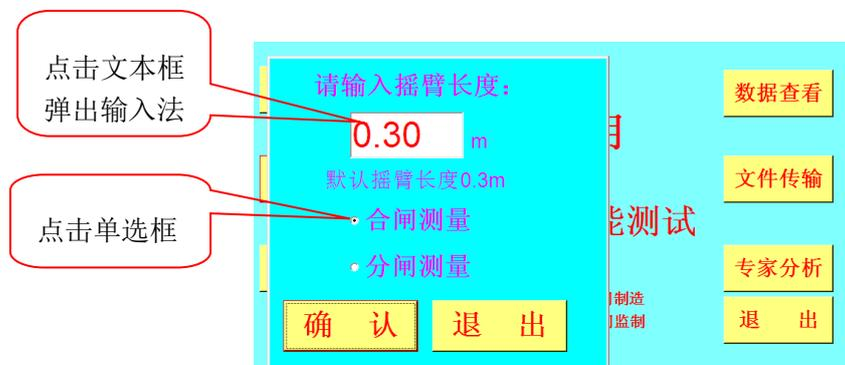
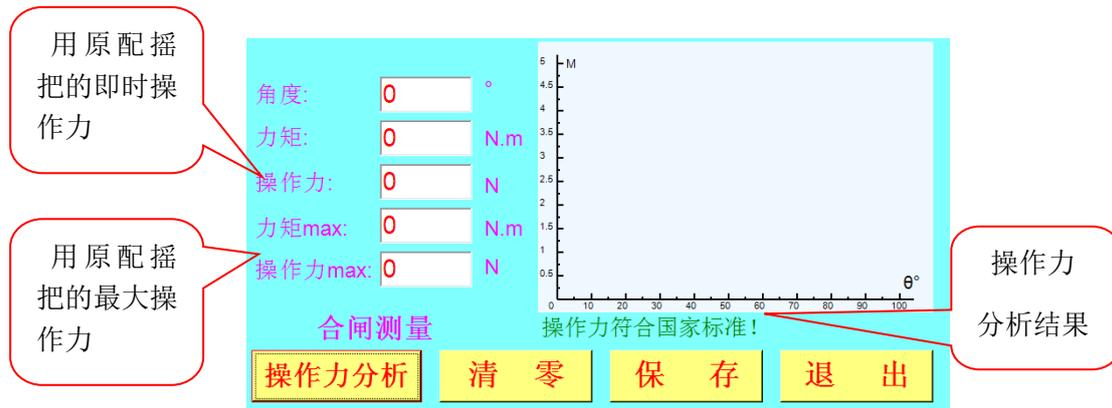

图 2.9 输入原配摇臂长度及选择分合闸
图 2.12 开始测量界面
2.7.1 按**力矩测试**按钮，弹出图 2.9 的对话框，点击文本框输入原配电动机构的摇把的摇臂长度 L，L 长度的测量方法见图 2.10。如果不输入数据，系统默认摇臂 L=0.3m。输入此数据系统将根据测量的操作力矩，计算出用原配摇把操作需要多大的操作力。国标 GB1985《隔离开关及接地开关》中对操作力有明确的规定，如果操作力超过国标规定值，将可判断为不合格产品。
2.7.3.1 点击图 2.9 中的**确认**按钮后，系统弹出测量界面，如图 2.12。在力矩传感器不受任何外力的情况下，按**清零**按钮后即可测量。